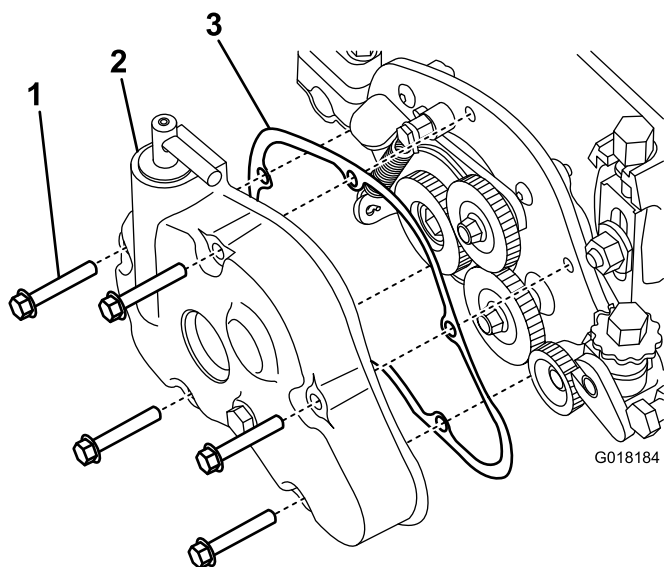

Рисунок 15
13. Заполните крышку редуктора приблизительно 0,15 л консистентной смазки Mobil XHP-221 или эквивалентной и прикрепите ее с помощью 5 болтов к узлу корпуса механической щетки, установив прокладку между крышкой и корпусом (Рисунок 15).